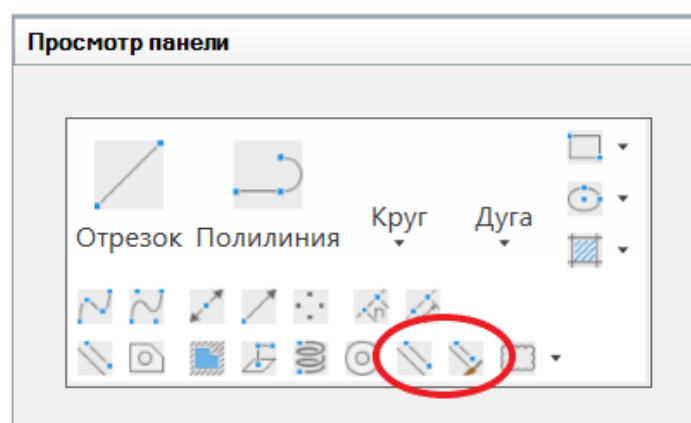

Рис. 61. Мультилиния и Стили мультилиний в Просмотр панели
- 8) в результате, оба добавленных инструмента появятся в окне Просмотра панели (рис. 61).